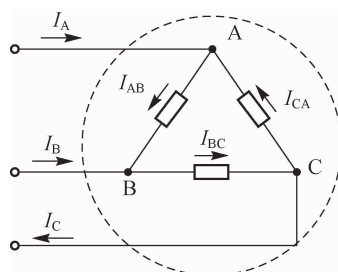

图 2-27 电路的广义节点
(1) KCL 具有普遍意义,它通常用于电路中的节点,也可以将节点推广到电路中的一个闭合的假定封闭面,那么流入封闭面的电流等于流出封闭面的电流,即 $I_A + I_B = I_C$,如图 2-27 所示。该假定封闭面又称为广义节点。